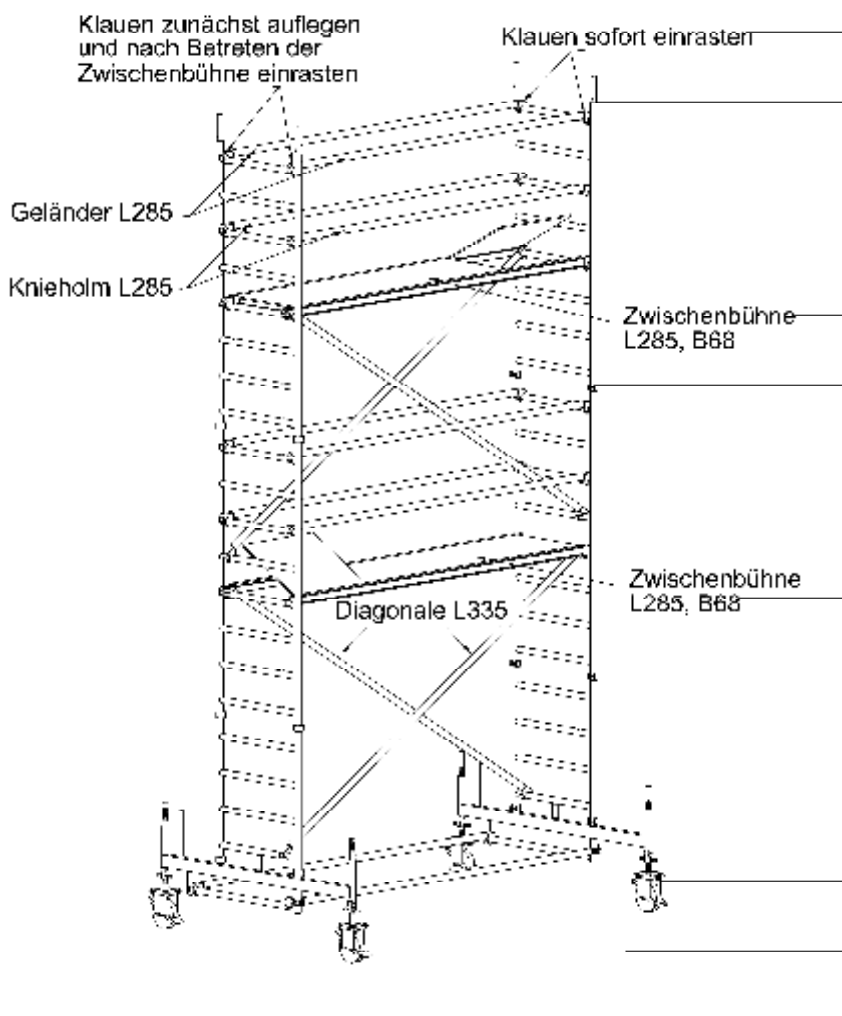

Bild 10: Zwischenbühne Standhöhe 4.40 m
- Zum Seitenschutz der Zwischenbühne (Bild 10) siehe Beschreibung zu Bild 9.